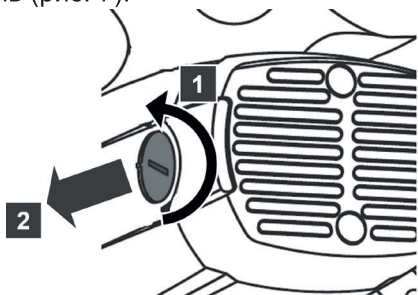

Рис. 6
- Отвинтите крышку щёткодержателя подходящей отвёрткой (рис. 6).